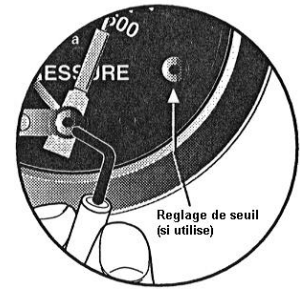

Figure 5
1. Tous les seuils sont réglés par une clé Allen 1/16" (Figure 5).
1. L'installation en marche, utiliser une clé Allen 1/16" pour tourner le contact de seuil jusqu'à ce qu'il touche l'aiguille. **NE PAS** forcer ce contact contre l'aiguille. L'installation doit alors s'arrêter et/ou une alarme doit devenir active. Réarmer le seuil (Figure 5).